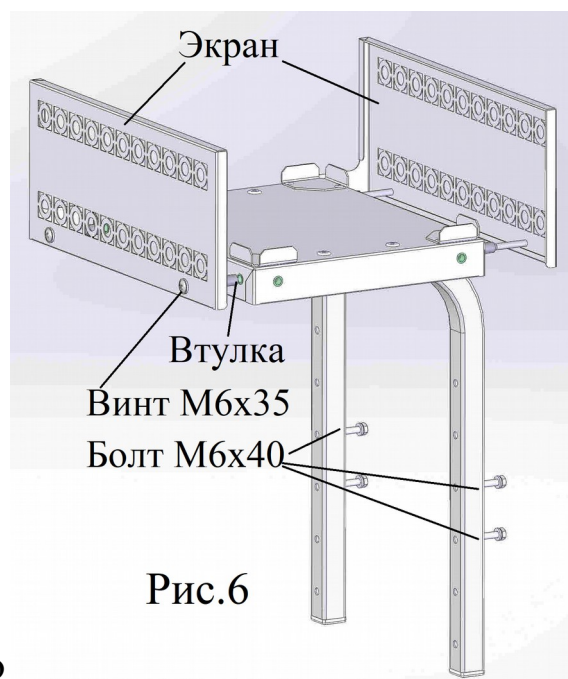

Рис.6
4.8 Полку под гриль прикрепите с помощью болтов М6х40 во втулки на левом торце столешницы. На полку установите защитные экраны. (Рис.6)